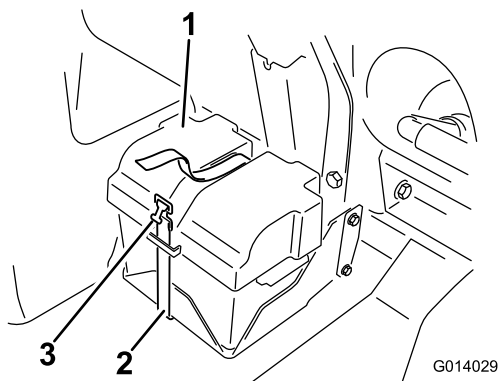

Рисунок 16
3. Снимите крышку аккумуляторной батареи (Рисунок 16) и отсоедините отрицательный кабель.
10. Закрепите крышку аккумуляторной батареи прижимной скобой (Рисунок 16).